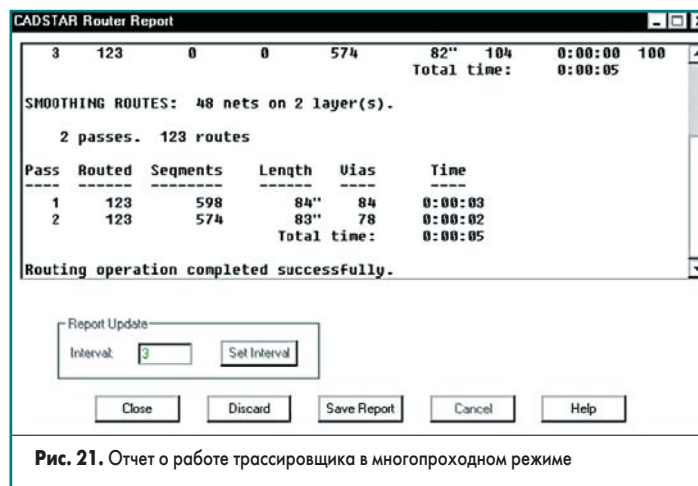

Рис. 21. Отчет о работе трассировщика в многопроходном режиме
- На экране появится отчет о ходе выполнения трассировки (рис. 21). Изменим частоту обновления отчета.